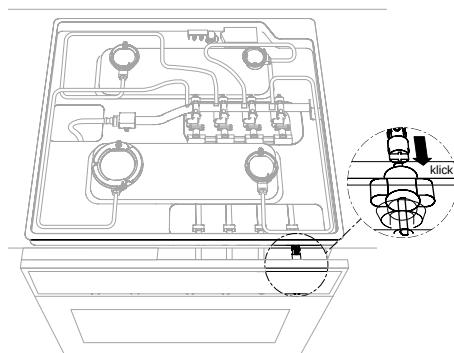

Abb. 7
- Die Kardanverbindungen auf die Achse der Schaltgriffe des Backofens schieben und einklinken (Abb. 7).